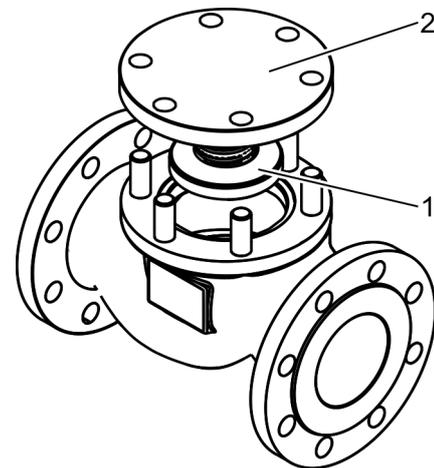

Fig. 10: Colocar el órgano de cierre
9. ➤ Con la ayuda de otra persona si es necesario, ensarte con cuidado en los espárragos roscados del cuerpo de la válvula la tapa de retención (Fig. 10/2) y el órgano de cierre (Fig. 10/1).